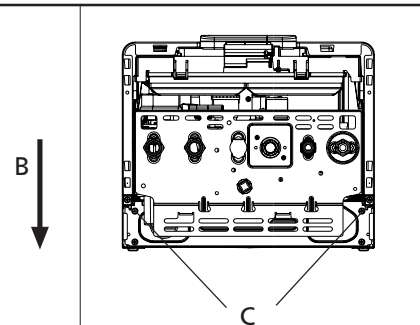

Fig. 4.32
- Togliere il mantello svitando le viti (C) (fig. 4.32)